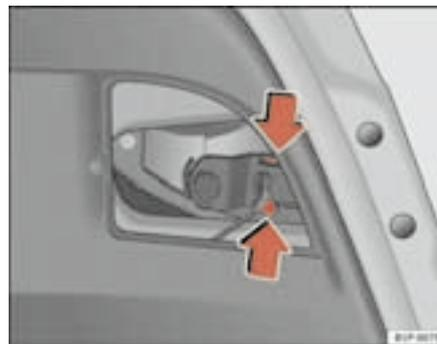

Fig. 169 Desmontaje del portalámparas
- Saque el portalámparas presionando las patillas de sujeción y extráigalo hacia afuera. ⇒ fig. 169)